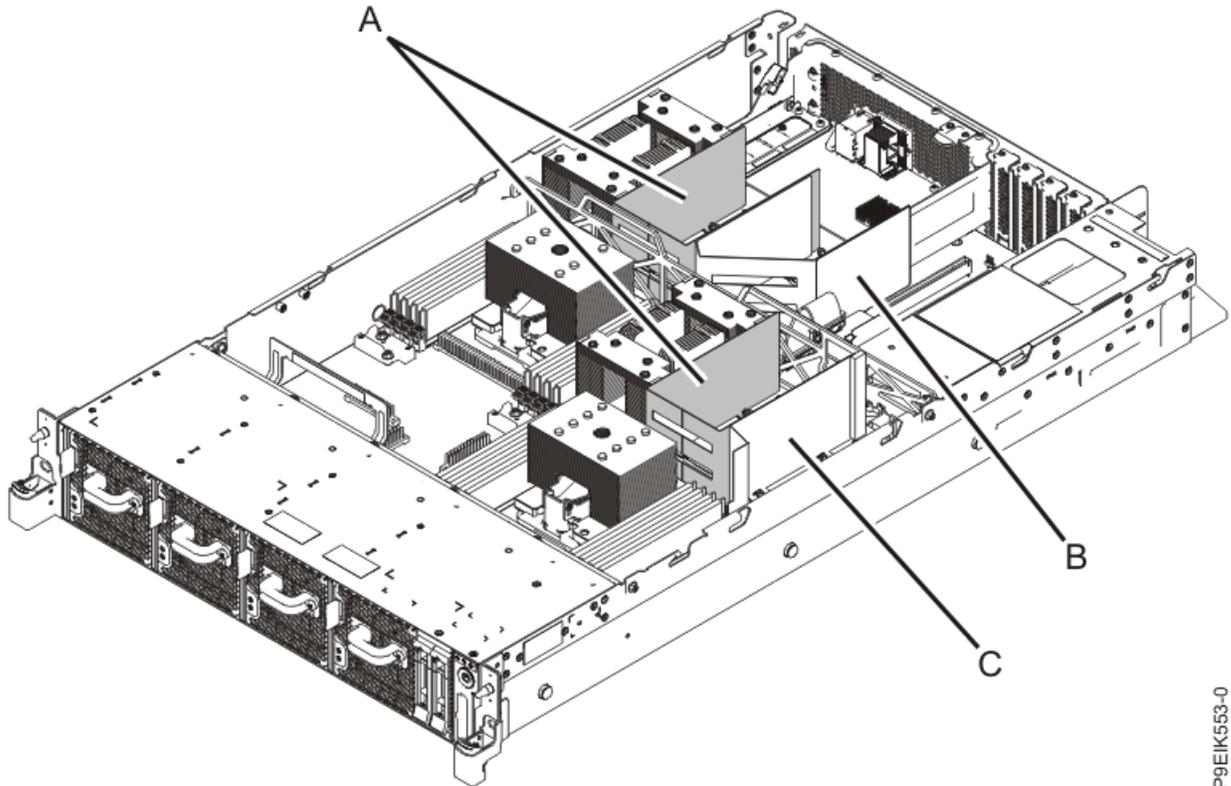

Figure 22. Obturateurs (A) et grilles d'aération (B et C) de processeur graphique
2. Retirez les deux obturateurs de processeur graphique **(A)** situés aux emplacements des connecteurs de processeur graphique, comme illustré dans la Figure 22, à la page 26. Les deux grilles d'aération **(B)** et **(C)** doivent rester en place pour assurer un refroidissement approprié.